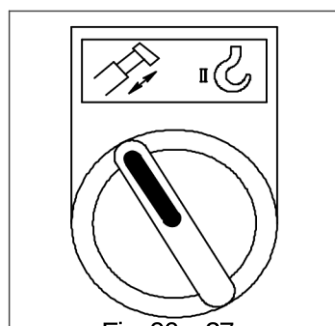

Fig. 06 – 27
- a) Gire o interruptor de "Pré-seleção do movimento telescópico / da lança" para a posição "  " à esquerda. Consulte a Fig.06 – 27.
- b) Conforme ilustrado na Fig. 06 – 28.